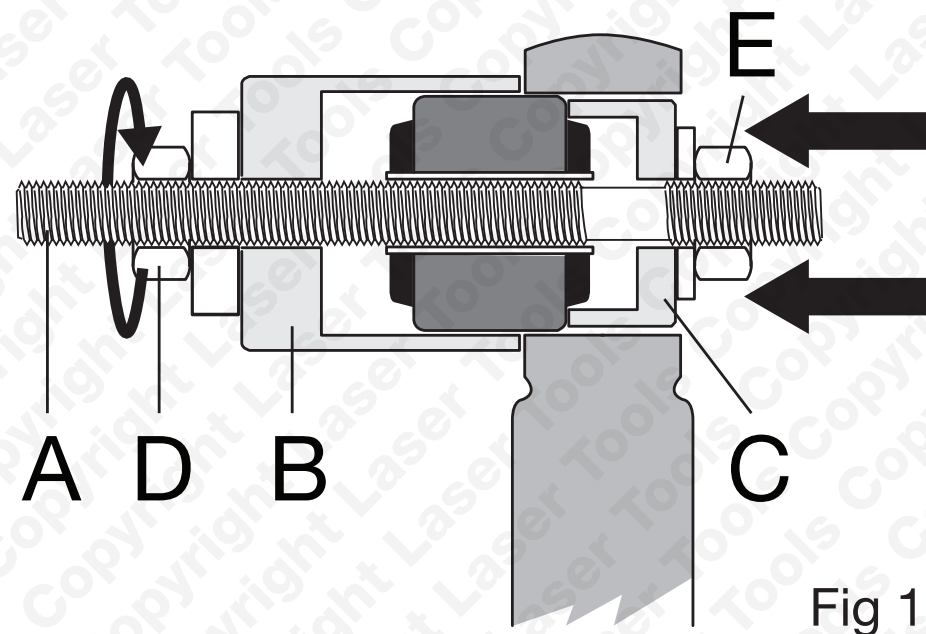

Fig 1
10. Assemblare l'attrezzo come illustrato nella Fig. 1 e ruotare il gruppo dado/cuscinetto (D) in modo che la boccola esistente venga estratta nel guscio grande (B).